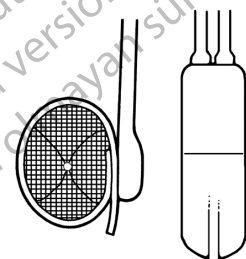

Abbildung 4-41. Manschette und Pumpe erneut gefüllt
*Hinweis: So wird der Ventilkegel des Deaktivierungsknopfs wieder in die aktivierte Position gebracht. Nach der Deaktivierung füllt sich erst die Pumpe, dann die Manschette (**Abbildung 4-41**). Es dauert einige Minuten, bis sich das System gefüllt hat und bis die Manschette die Harnröhre bzw. den Blasenhalshals verschließt. Wenn das System aktiviert ist, ist die Pumpe ggf. weniger druckfest.*